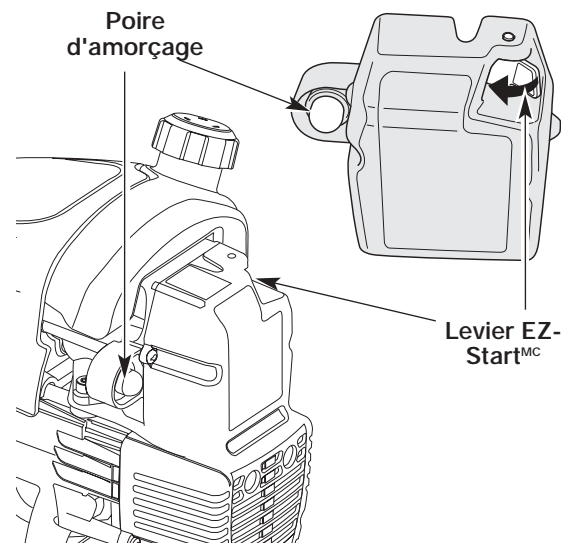

Fig. 7
**REMARQUE :** Il n'est pas nécessaire de faire démarrer la machine. La commande On/Off (Arrêt/Marche) est en position ON (I) en permanence.
2. Pressez et relâchez la poire d'amorçage à 10 reprises, lentement. Une certaine quantité de **carburant devrait être visible dans la poire d'amorçage** et les conduites de carburant (Fig. 7). Si vous n'apercevez pas de carburant dans la poire, pressez et relâchez la poire autant de fois que nécessaire jusqu'à ce que vous aperceviez du carburant dans cette dernière.
3. **Faites pivoter le Levier EZ -StartMC vers la poire d'amorçage** jusqu'à ce qu'il clique et se verrouille en place (Fig. 7).